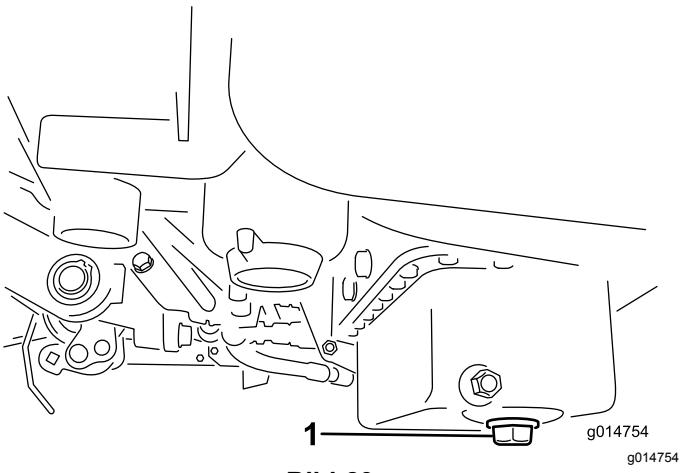

Bild 29
1. Entfernen Sie die Ablassschraube und lassen das Öl in eine Auffangwanne ab. Schrauben Sie die Ablassschraube wieder ein, nachdem das Öl abgelaufen ist (**Bild 29**).